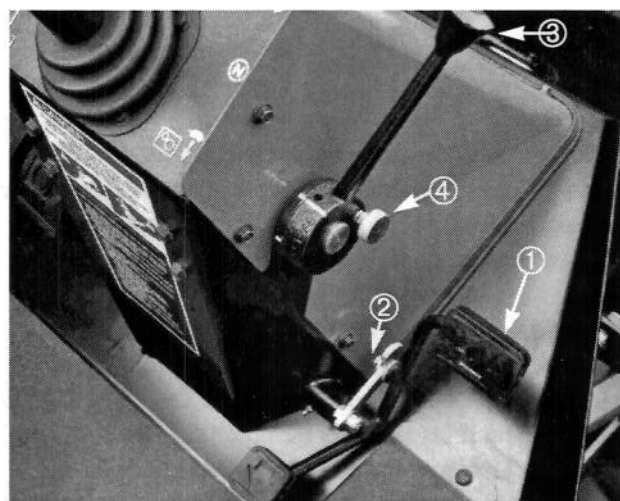

**Figure 10**
**Siège** (Fig. 10)—le levier gauche permet un réglage avant ou arrière de 10 cm. Le bouton de réglage placé à l'avant permet de régler le siège en fonction du poids de l'utilisateur.